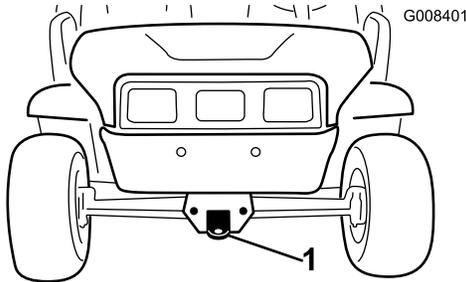
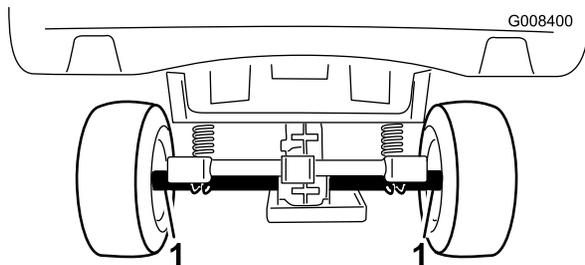

Figura 22
Figura 23
Usate un rimorchio con rampe a larghezza integrale per spostare la macchina su lunghe distanze. Accertatevi che la macchina sia ben fissato al rimorchio. Vedere Figura 22 e Figura 23 per conoscere la posizione dei punti di attacco sulla macchina.
2. Fissate una fune di traino al timone sulla parte anteriore del telaio della macchina (Figura 22).